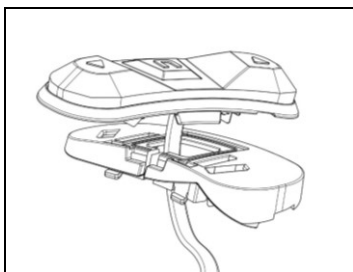

Fig. 18
- Plaats de specifieke houder voor uw helm in de kabel van het toetsenbord (Fig. 18).